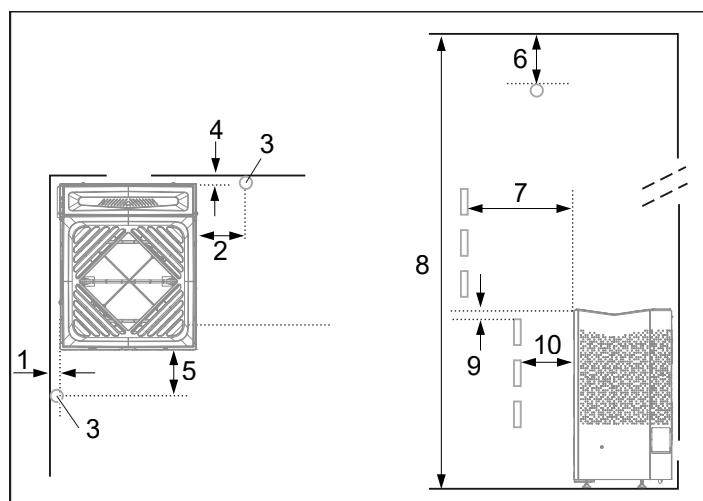
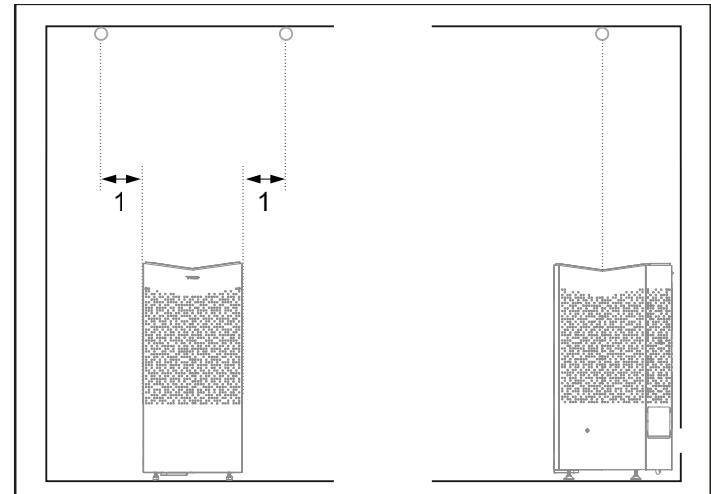

Fig 3: Placering av bastuaggregatet - normalmontage
Fig 4: Takmontering av sensorn
- Planera bastuaggregatets placering (se Avsnittet Aggregatets placering - normalmontage, fig 3).
- Planera sensors placering (se Fig 3 samt Fig 4).
- på säkert avstånd till golvet, sidoväggar och inredning (se Fig 3).
Placera sensorn enligt bilden (se Fig 3).
Om väggen på vilken sensorn ska installeras är gjord av mycket värmeabsorberande material (t.ex. betong, tegel m.m.) eller om väggen är gjort av härdats glas, kan sensorn placeras i taket med avstånd från aggregatet enligt Fig 4.